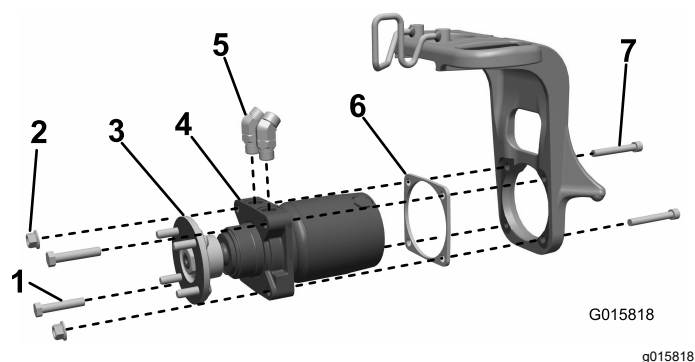

Figura 3
1. Montate i raccordi idraulici a 45° nel motore ruota e orientateli approssimativamente come illustrato in Figura 3. Non serrate i raccordi.